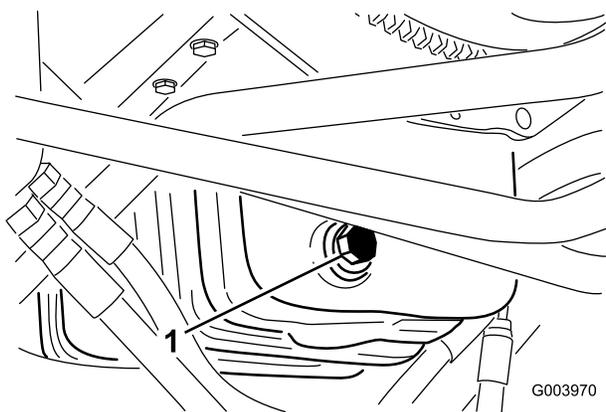

Figura 62
1. Togliete il tappo di spurgo (Figura 62) e lasciate defluire l'olio in una bacinella.